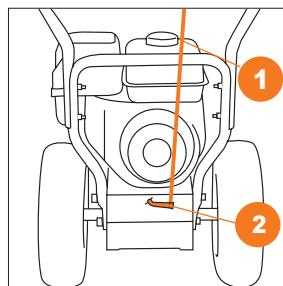

Рис. 8
- Присоедините штангу рычага выбора передач ① к кронштейну привода ② расположенного в нижней части снегоуборочной машины и зафиксируйте шплинтом (Рис. 8).